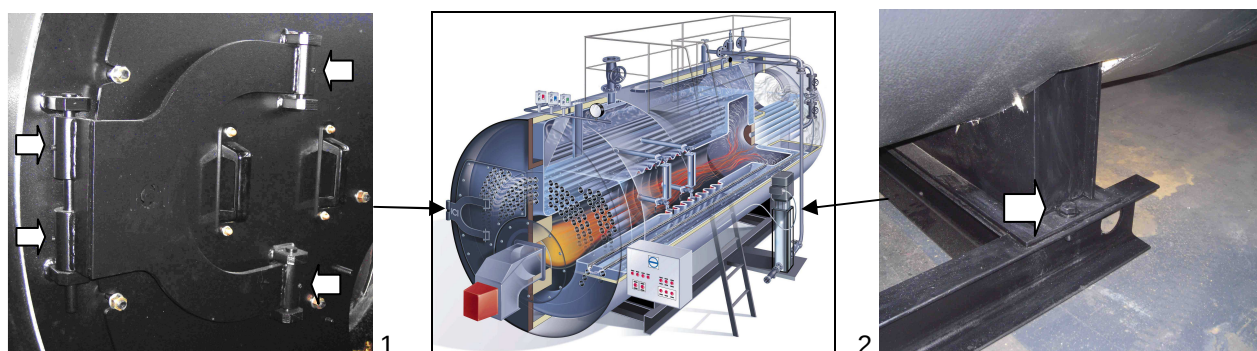

Рис. 9
- На котлах с ручным открытием люков имеются ограничительные винты (1 Рис. 9) для снижения вибрации, ослабить данные винты при необходимости открытия люков.
- Снять крепежные болты (2 Рис. 9) задней опоры после размещения генератора и до его пуска для возможности термического расширения во время работы генератора.